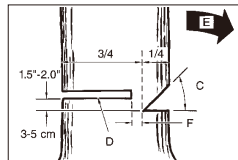

Fig. 11B
**⚠ VARNING!** Gå aldrig framför ett träd med riktskär. Gör fällskåret (D) från andra sidan trädet och 3-5 cm över riktskårets spets (C) (Fig. 11B)